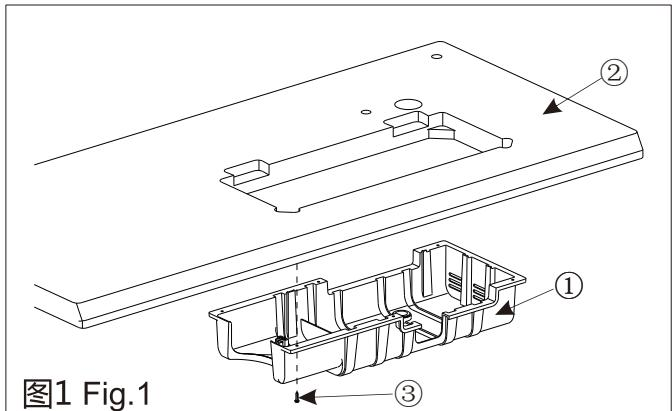
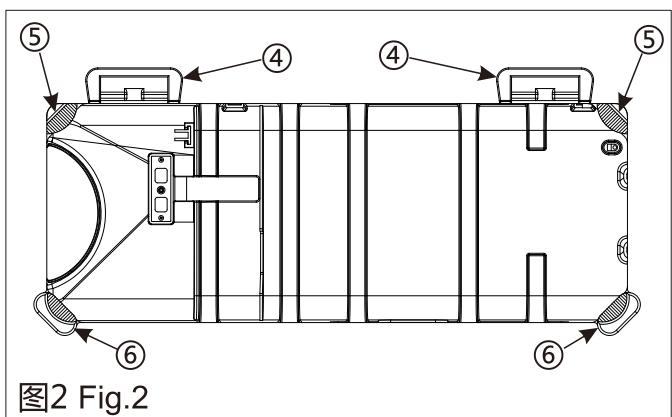
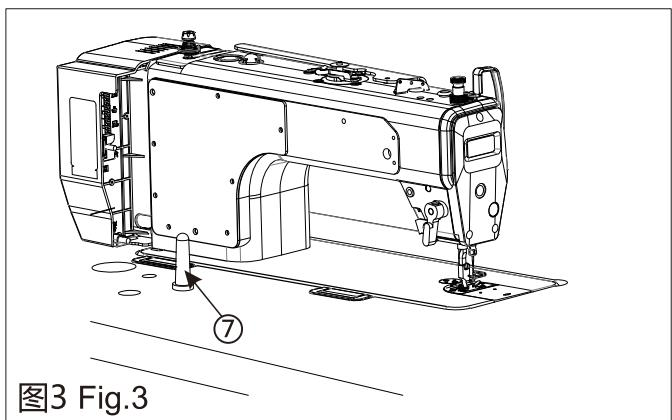
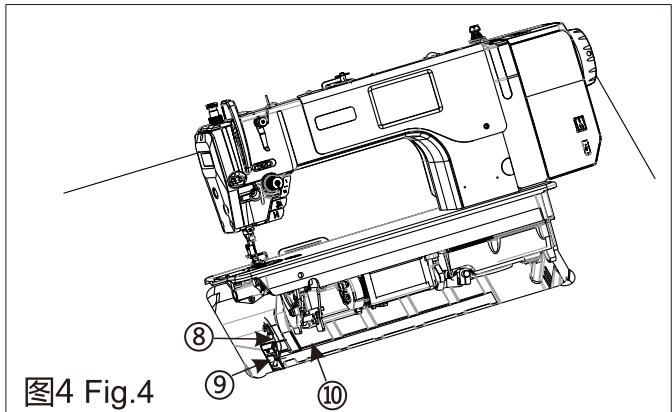

图1 Fig.1
图2 Fig.2
图3 Fig.3
图4 Fig.4
4 机器的安装 (图1、图2、图3、图4)
Mounting the Machine (Fig.1, Fig. 2, Fig.3 and Fig.4)
1) 如图1所示将油盘①安装在台板②底下 , 并用6颗油盘固定螺钉③固定。
2) 如图2所示将两只机头座垫⑤和两只机头支座⑥分别安装在台板②4个角上 , 再将机头连接钩座④安装在台板上 , 然后再用钉子固定在台板上。
3) 将机头连接钩插入底板销孔内 , 对准机头连接钩座 , 把机头放到台板②四角的机头垫上。
4) 如图3所示将机头支柱⑦牢牢地插入台板中。
5) 如图4所示将底板上的吸油管⑧插入油盘上的回油毡压板⑨中 , 并用油管固定夹⑩固定。